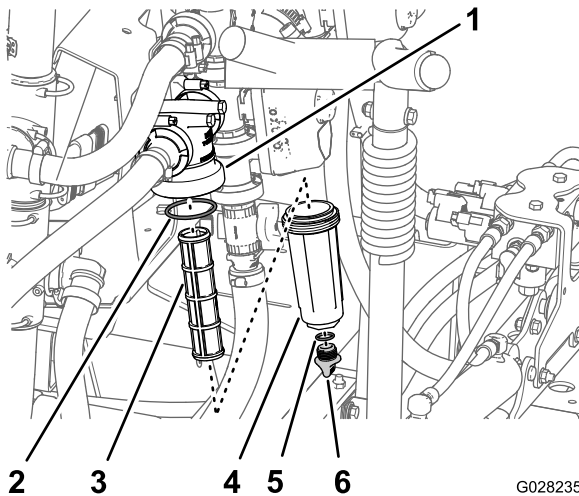

図 99
2. 圧力フィルタの下に受け容器をおく図 99。
3. 圧力フィッティングのドレンプラグを左に回して外す 図 99。
4. ボウルを左に回してフィルタヘッドから外す 図 99。
5. 古い圧力フィルタELEMENTを外す 図 99。
6. ドレンプラグの O リングボウルの内側とボウルの O リングフィルタヘッドの内側に傷や破損がないか点検する 図 99。
7. 新しい圧力フィルタELEMENTをフィルタヘッドに取り付ける 図 99。
8. フィルタヘッドにボウルを取り付けて手締めする 図 99。
9. ボウルにプラグを取り付けて手締めする 図 99。